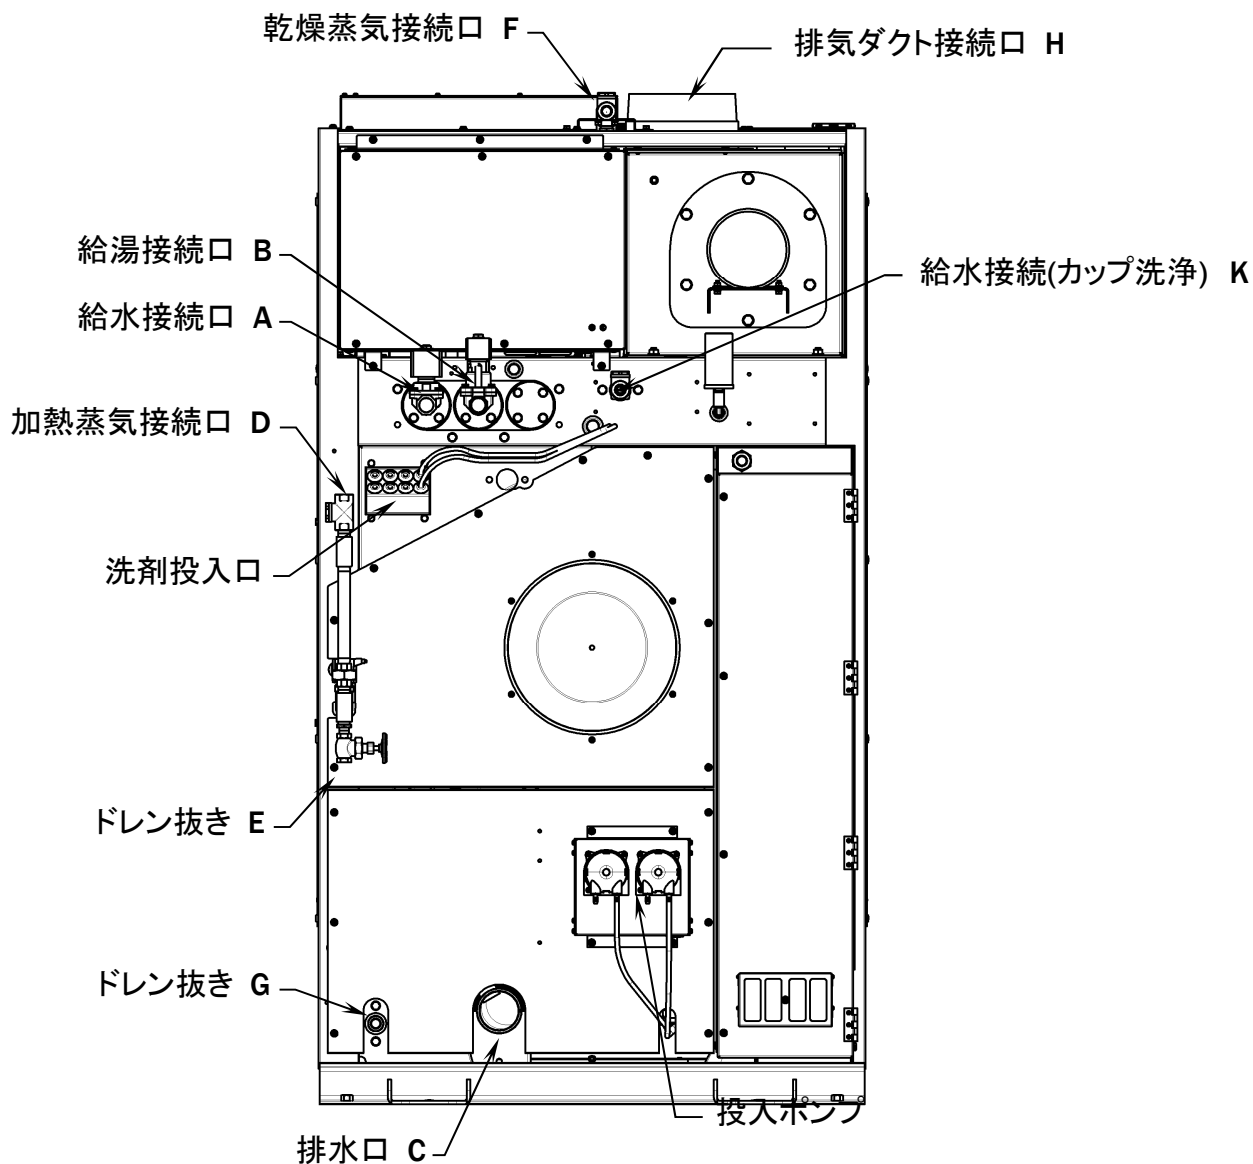

図 5-1
・ 配管前に供給配管内に異物が無いことを確認してください。 ・ 加熱蒸気接続口 Dに配管を接続します。(図 5-1) ・ ドレン抜き Eにホースを接続しバルブが開放されても蒸気により、機材への損害、人への傷害を招かない場所に配管すること。(図 5-1) ・ 蒸気圧力 最大圧力:0. 7Mpa／最小圧力:0. 5Mpa ・ 電磁弁などトラブル発生時は速やかに蒸気本管と機械の間に取り付けられた手動オン／オフバルブを閉じ運転を停止すること。
・ 乾燥蒸気接続口 Fに配管を接続します。(図 5-1) ・ 蒸気配管は錆びの出にくいパイプを使用し、出来るだけ抵抗損失のないように配管するとともに、機械接続箇所まで保温材を巻いてください。 ・ 蒸気圧力 最大圧力:0. 7Mpa／最小圧力:0. 5Mpa ・ 指定圧力より圧力が高い場合は、減圧弁で所定の圧力になるように調整してください。また、蒸気の配管路に蒸気圧力を確認できるように圧力計を設置してください。 ・ ドレン抜き Gに配管を接続します。(図 5-1) ・ ドレン抜き配管にはスチームトラップ及び逆止弁を取り付けてください。 この時スチームトラップはドレン抜き配管からすぐの所に取り付けてください。 ドレン回収される場合には、特にスチームトラップは低い位置に取り付けてください。 ・ 蒸気配管中にドレンが溜まらないように十分注意してください。 ・ ドレン配管路は、わずかな排圧でドレンを排出できるように配管してください。 ・ バイパス経路の無いスチームトラップを使用する場合は、配管にバイパス経路を施工してください。
- ・ 排気ダクト接続口 H にダクトを接続します。外形は 198 φ です。（図 5-1）